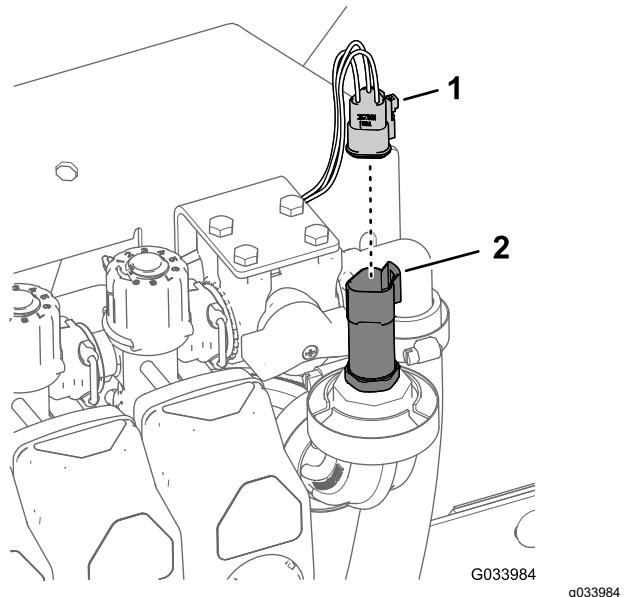

Figure 9
1. Débranchez le connecteur à 3 douilles du transducteur (Figure 9).